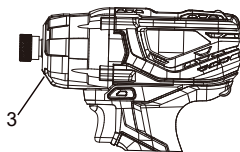

Fig. 7
La lampe de travail à DEL (3) s'allume automatiquement lorsque la gâchette est enfoncée (figure 7). Elle s'éteint automatiquement lorsque la gâchette est relâchée.